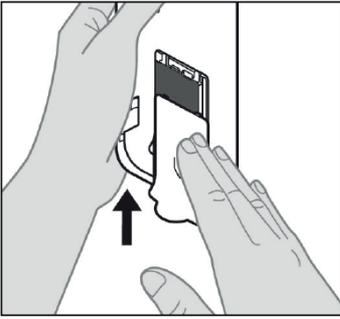

Figure B1
5. Faites glisser le couvercle de la batterie sur la pompe (voir *Figure B1*).